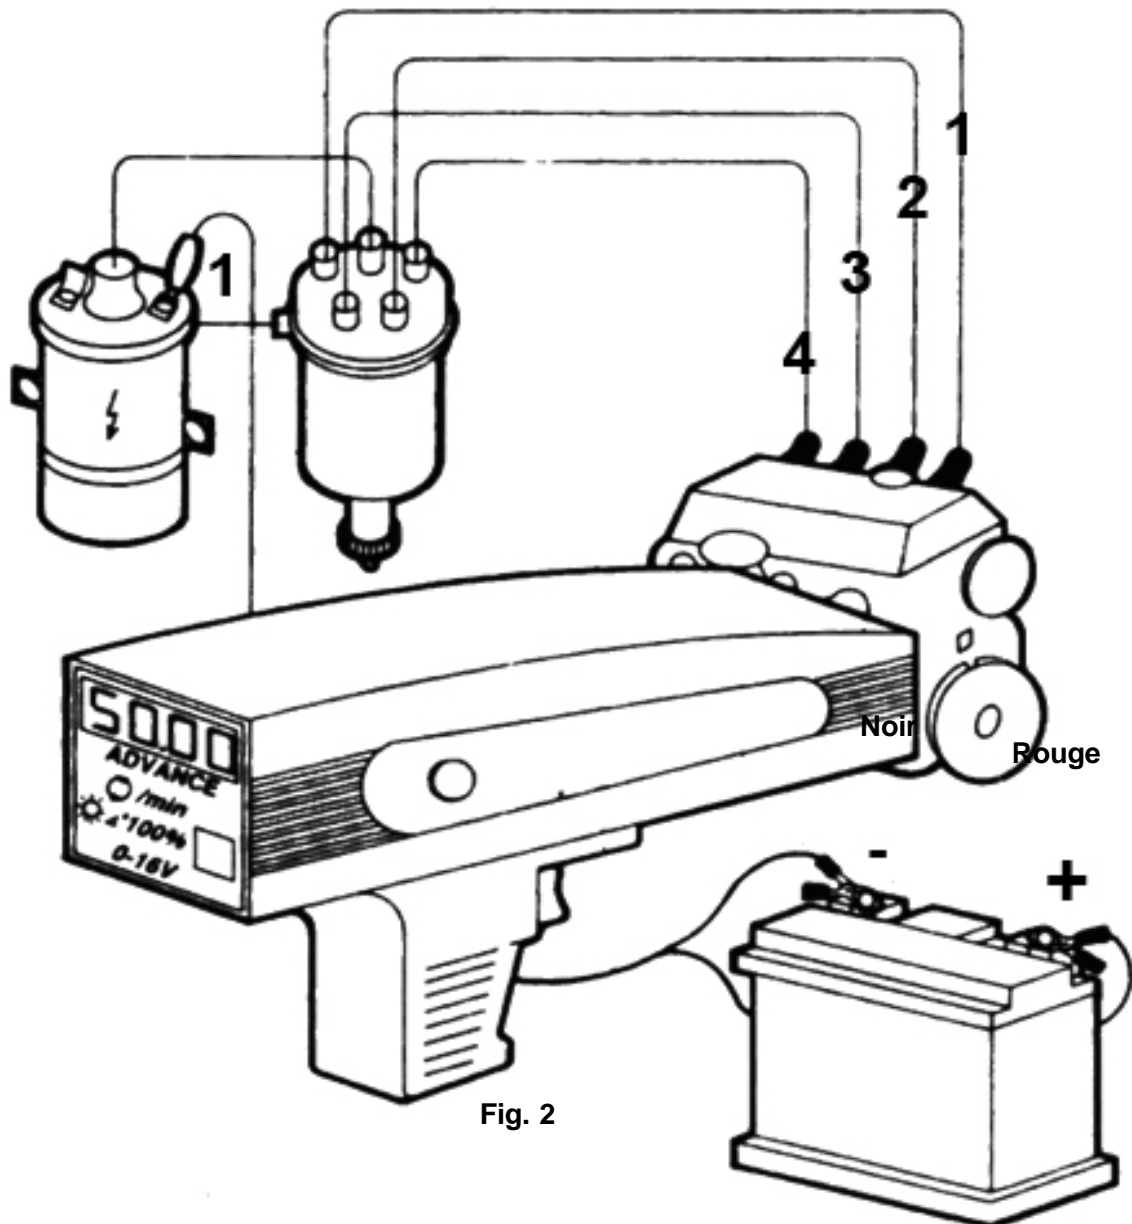

Fig. 2
1. Appuyez sur le bouton sélecteur du stroboscope, jusqu'à ce que l'angle de fermeture soit sélectionné. (voir Figure 2)